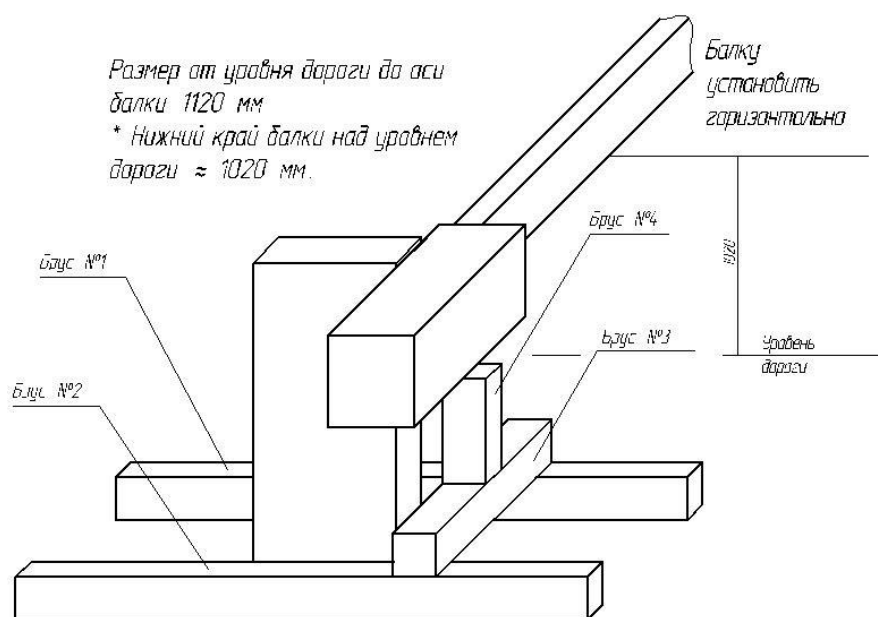

Рис.3
2. Перед проведением монтажа основной стойки ШАП необходимо укрепить на шпильках установочные брусья №1 и №2 (**рис.3**), которые будут упираться на края котлована. Это необходимо для придания стойке вертикальности в 2-х плоскостях и регулировке стойки по высоте. Применять только текстильные стропы (**фото 1**).
Монтаж шлагбаума начинается с установки в подготовленный котлован основной стойки в сборе с балкой. Выставить стойку в вертикальном положении с отклонением от вертикали  $1/1000$  мм в двух плоскостях с помощью подтяжки и отпуска гаек на шпильках, проходящих через установочные брусья №1 и №2. Балку шлагбаума установить горизонтально. На установочные брусья уложить поперечину №3 и установить подпорку ( $l=600$  мм) №4 под противовес под осью балки. Проверить размер 1020 мм (**рис.3; фото 2, 3, 4**). Проложить и подключить кабели к клеммным колодкам на приемной стойке, согласно ПУЭ.